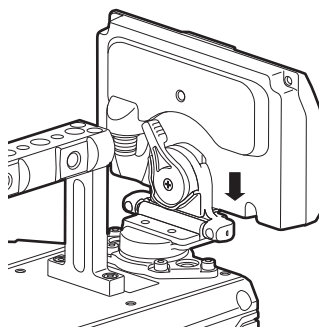

図 2
- 2 コントロールパネル取り付け金具にコントロールパネルを取り付ける。（図 2）